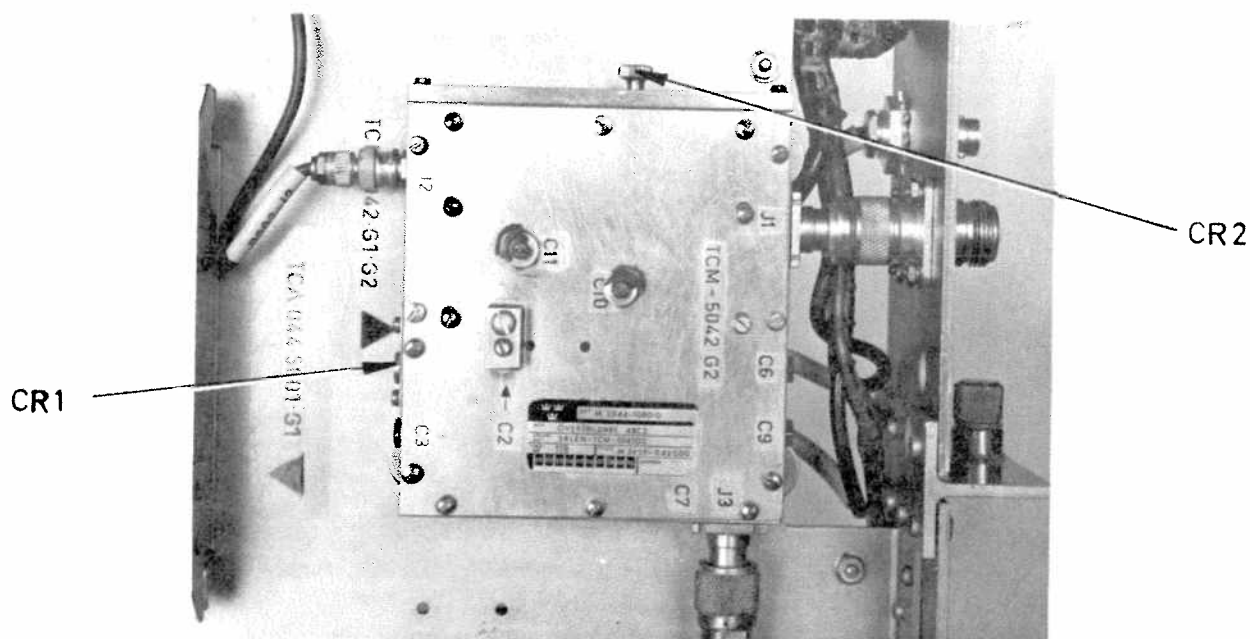

Bild 13
- 4.3.5.2 Trimma övertonsbildare 4BC till största uteffekt med en bandbredd på $\pm 1,25$ MHz (80 MHz på slutfrekvensen). Placeringen av trimkondensatorerna framgår av bild 13. Trimma även med kondensatorerna C38 och C39 i effektförstärkaren.
- 4.4.4.1 Lossa motståndet R6 mellan lödtornen E3 och E5 i lokaloscillatorn och koppla upp enligt bild 13. Ta ur lokaloscillatorns kristall.